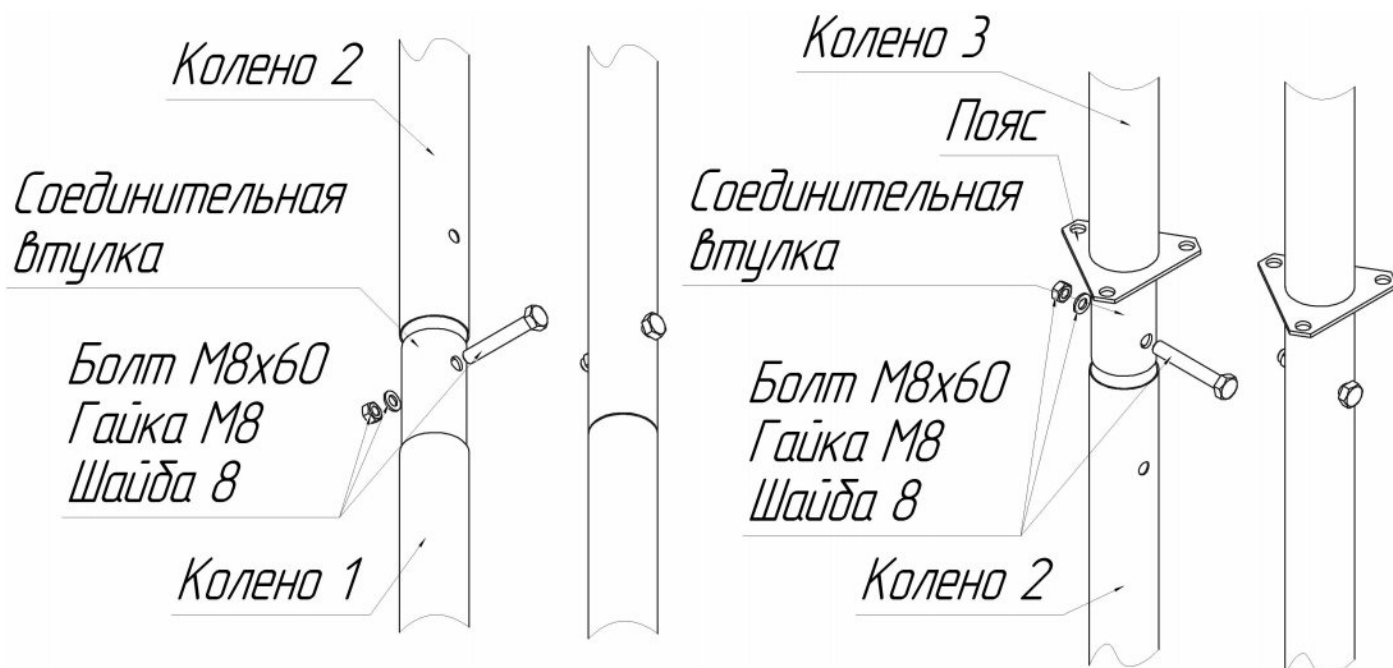

Рисунок 2 – Сборка мачты
7.1.10 Установить колено 2 в соединительную втулку колена 1, закрепить болтом (рисунок 2).
7.1.11 Надеть пояс на соединительную втулку колена 3, установить соединительную втулку колена 3 в колено 2, закрепить болтом (рисунок 2).